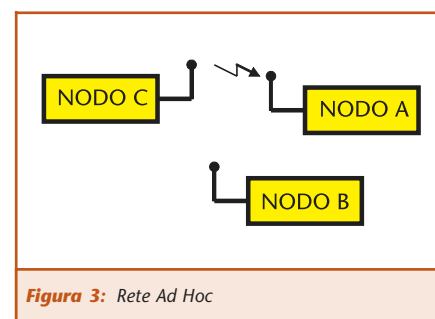

Figura 3: Rete Ad Hoc
- **Ad Hoc:** rappresenta la forma più semplice, ma anche meno diffusa di rete wireless (figura 3). È pensata per essere creata velocemente e temporaneamente, senza alcuna pianificazione. È sufficiente prendere due o più Computers dotati di interfacce Wi-Fi, selezionare la modalità Ad Hoc attraverso il software di configurazione che viene normalmente fornito dal costruttore insieme all'hardware ed automaticamente i computer formeranno una rete fra loro che consentirà lo scambio dei dati fra i vari nodi (figura 3).